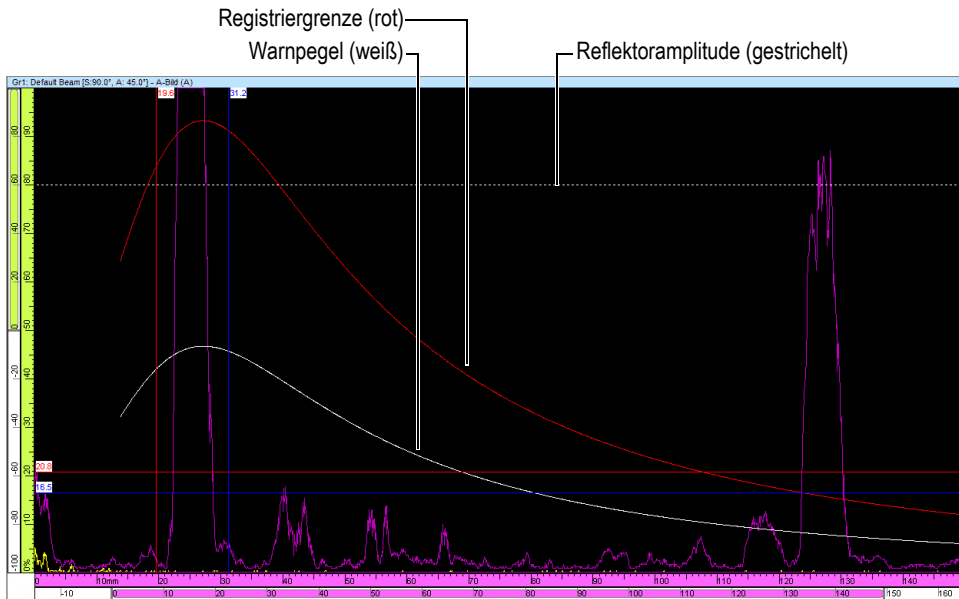

Abbildung 4-45 AVG-Kurven mit Registriergrenze und Warnpegel (Beispiel)
- c) Wählen Sie das Kontrollkästchen **AVG anzeigen** aus, um die AVG-Kurve im A-Bild anzuzeigen (siehe Abbildung 4-45 auf Seite 287).